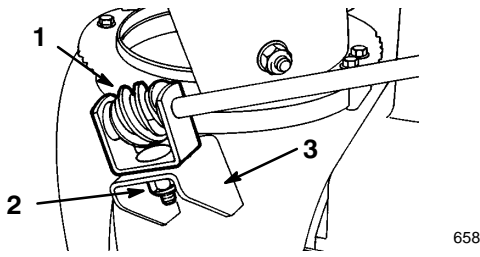

Figure 11
3. Montez la vis sans fin et l'étrier sur le support prévu, de manière lâche, à l'aide d'un boulon, d'une rondelle pyramidale et d'un écrou (Fig. 11).
4. Glissez la vis sans fin dans les dents de la couronne de l'éjecteur et serrez l'écrou (Fig. 11).